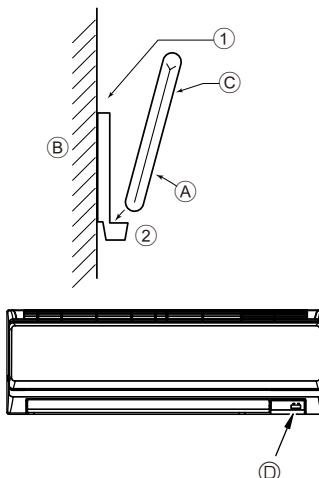
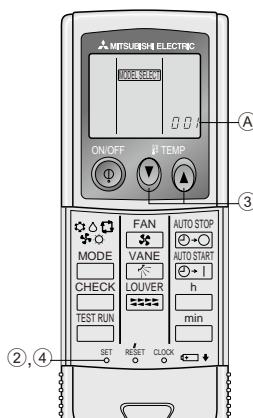

Рис. 6-5
Рис. 6-6
2) Метод установки (Рис. 6-5)
- ① Закрепите держатель пульта дистанционного управления в выбранном Вами месте с помощью двух самонарезающих винтов.
- ② Вставьте пульт в держатель.
3) Настройка (Рис. 6-6)
- ① Вставьте батарейки.
- ② Нажмите кнопку SET остроконечным предметом.